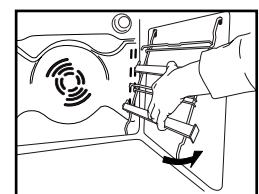

Fig. 4
4. Vuelva a colocar las rejillas laterales en el horno (Fig. 4).